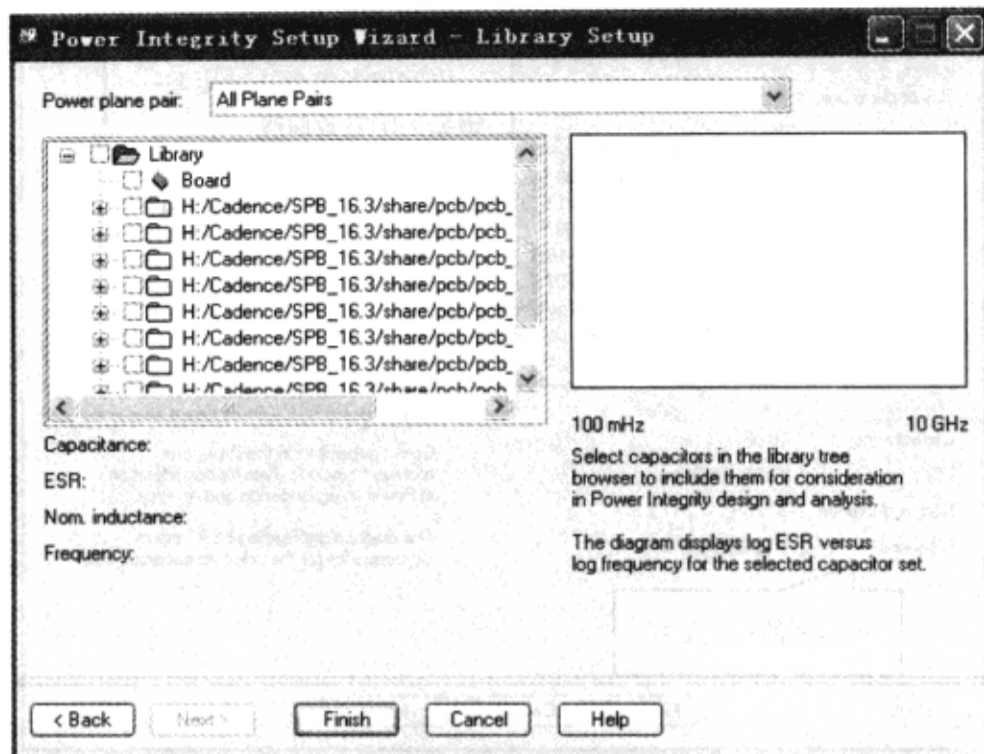

图 7-12-49 “Power Integrity Setup Wizard- Library Setup” 对话框
(2) 单击“Next”按钮，弹出“Power Integrity Setup Wizard - Library Setup”对话框，如图 7-12-49 所示。